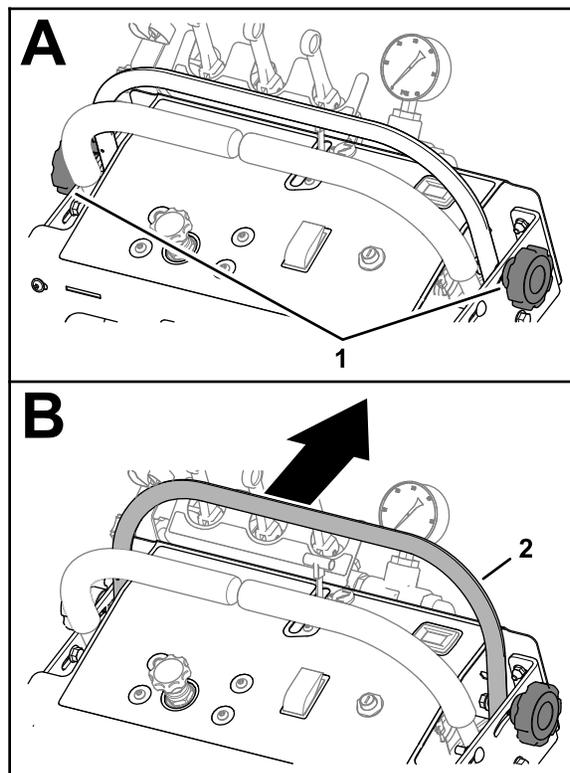

Figure 96
2. Desserrez les 2 boutons qui fixent la barre de commande de vitesse et poussez la barre en avant (Figure 96).